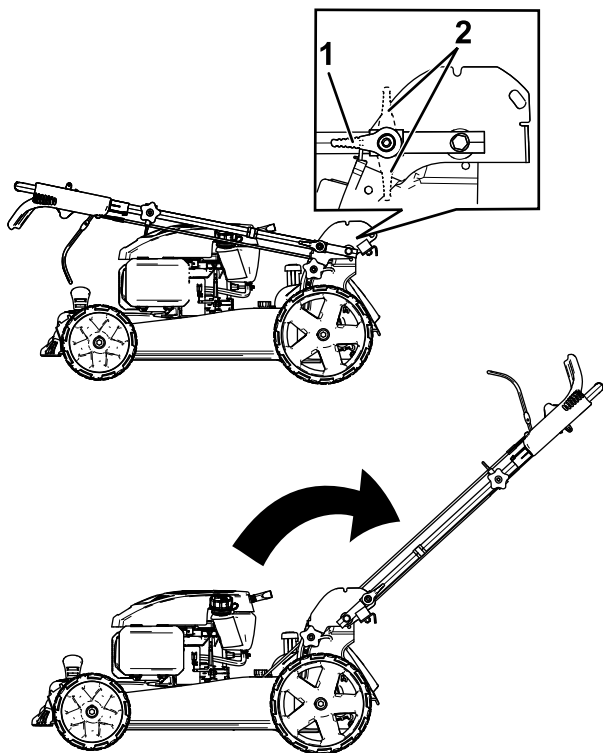

Figura 4
1. Mueva el manillar hacia atrás a la posición de operación (Figura 4).